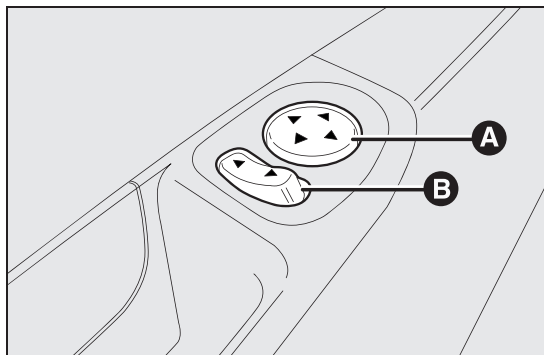

fig. 25
- ☐ kies de spiegel die u wilt verstellen met de schakelaar B fig. 25;
- ☐ zet voor het verstellen van de spiegel de joystick A fig. 25 in een van de vier richtingen.